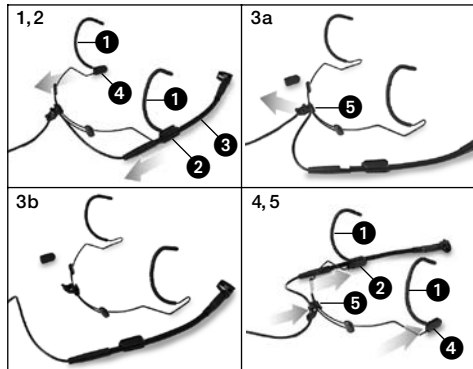

Fig. 2: Retirar o braço do microfone
- Veja fig. 2.
1. Tire na direção da seta o dispositivo de fixação do braço de microfone (2) junto com o braço de microfone (3) da haste (1).
2. Tire a tampa (4) da outra haste.
3. Tire o cabo da destinação do cabo (5).
4. Introduza até o ponto final o dispositivo de fixação do braço de microfone (2) e a tampa (4) no arco de arame embaixo da outra haste (1). (A tampa (4) torna a haste estável, evitando que cabelo fique dentro do arco de arame.)
5. Pressione novamente o cabo para dentro da destinação do cabo (5).